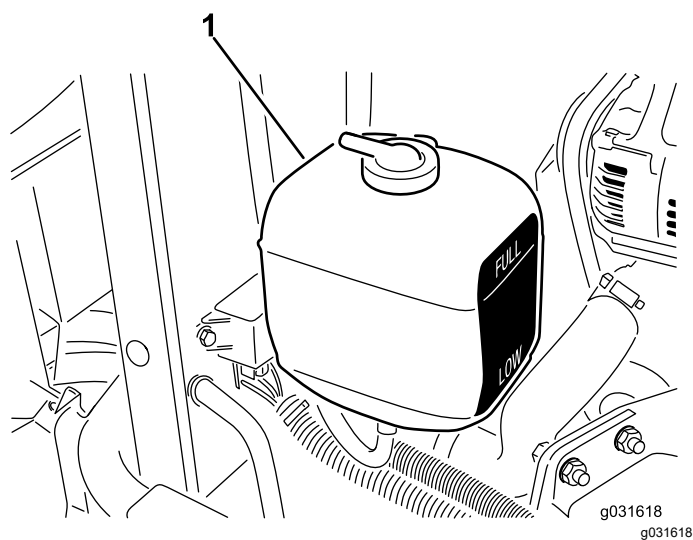

Figura 57
1. Controllate il livello del refrigerante nel serbatoio di espansione (Figura 57).